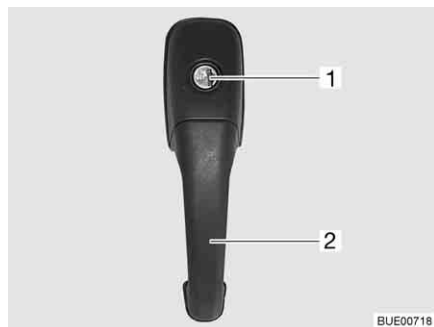

Fig. 28 Cerradura de la puerta de entrada, en el exterior
- Introducir la llave en el cilindro de cierre (Fig. 28,1) y girarla hasta que esté desbloqueada la cerradura de la puerta.
- Tirar del tirador de la puerta (Fig. 28,2). La puerta está abierta.
- Introducir la llave en el cilindro de cierre (Fig. 28,1) y girarla hasta que esté bloqueada la cerradura de la puerta.